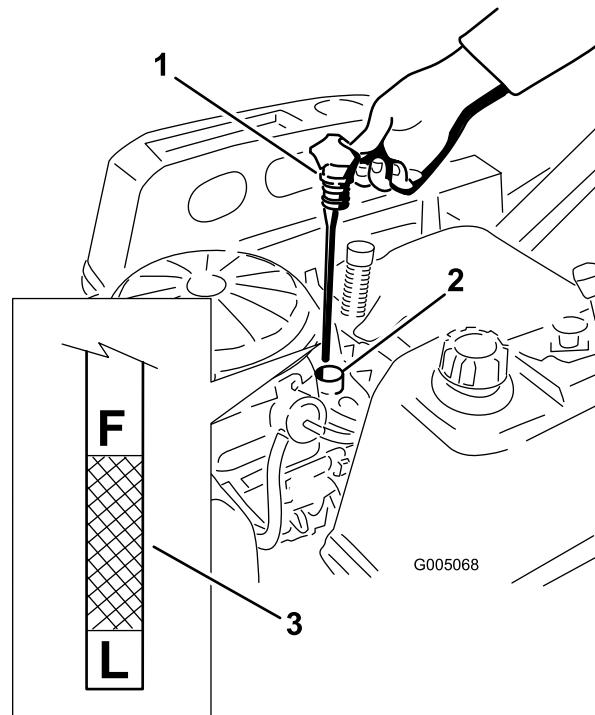

Figura 32
4. Retire el tapón de llenado/varilla de aceite y límpielo. Vuelva a colocar la varilla y empuje firmemente para asentirla en su lugar (Figura 32).
5. Retire la varilla y compruebe el nivel de aceite. (Figura 32). El nivel de aceite debe llegar a la marca F de la varilla, sin sobrepasarla.
7. Gire la válvula de vaciado 1/4 de vuelta en el sentido contrario a las agujas del reloj para abrirla y dejar que el aceite se drene (Figura 34). Retire el tapón de llenado/varilla (Figura 32).
14. Vierta lentamente un 80% aproximadamente de la cantidad especificada de aceite por el tubo de llenado (Figura 32).
15. Coloque firmemente el tapón de llenado/varilla (Figura 32).
16. Compruebe el nivel de aceite (Figura 32); consulte Verificación del nivel de aceite.
18. Coloque firmemente el tapón de llenado/varilla (Figura 32).